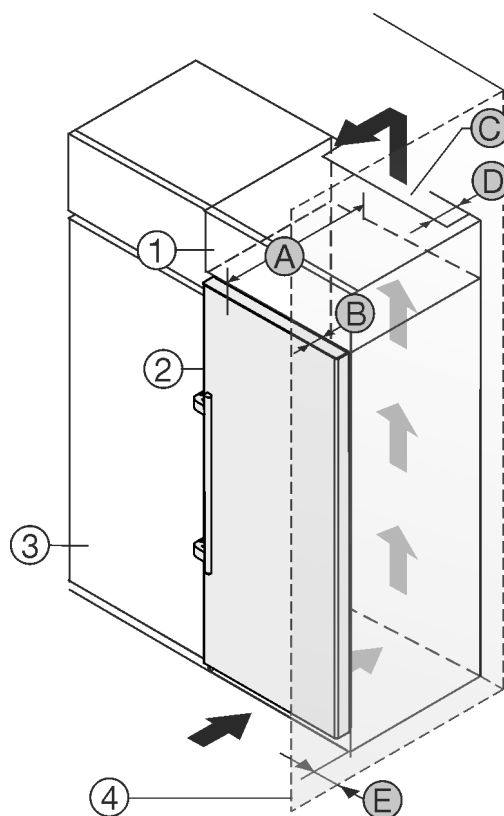

Fig. 24
此冰箱可安装在厨柜内。为了使冰箱 Fig. 24 (2)与橱柜高度一致，可在冰箱上面放置一个附加柜 Fig. 24 (1)。
如果冰箱直接安放在橱柜 Fig. 24 (3)旁边，至少需要与冰箱保持 5cm 的距离。为了能完全打开门，冰箱必须凸出橱柜正面一定深度 Fig. 24 (B)。根据橱柜的深度，使用壁距调整垫片可以使冰箱更为凸出。
- 在附加柜背面必须有一个竖风道，其深度 Fig. 24 (D)应超过整个附加柜宽度。
- 盖板下必须保有通风横截面 Fig. 24 (C)。
如果将带铰链的冰箱放置在墙壁 Fig. 24 (4)边，冰箱和墙壁必须保有距离 Fig. 24 (E)。这取决于冰箱门打开时把手与墙壁的距离。